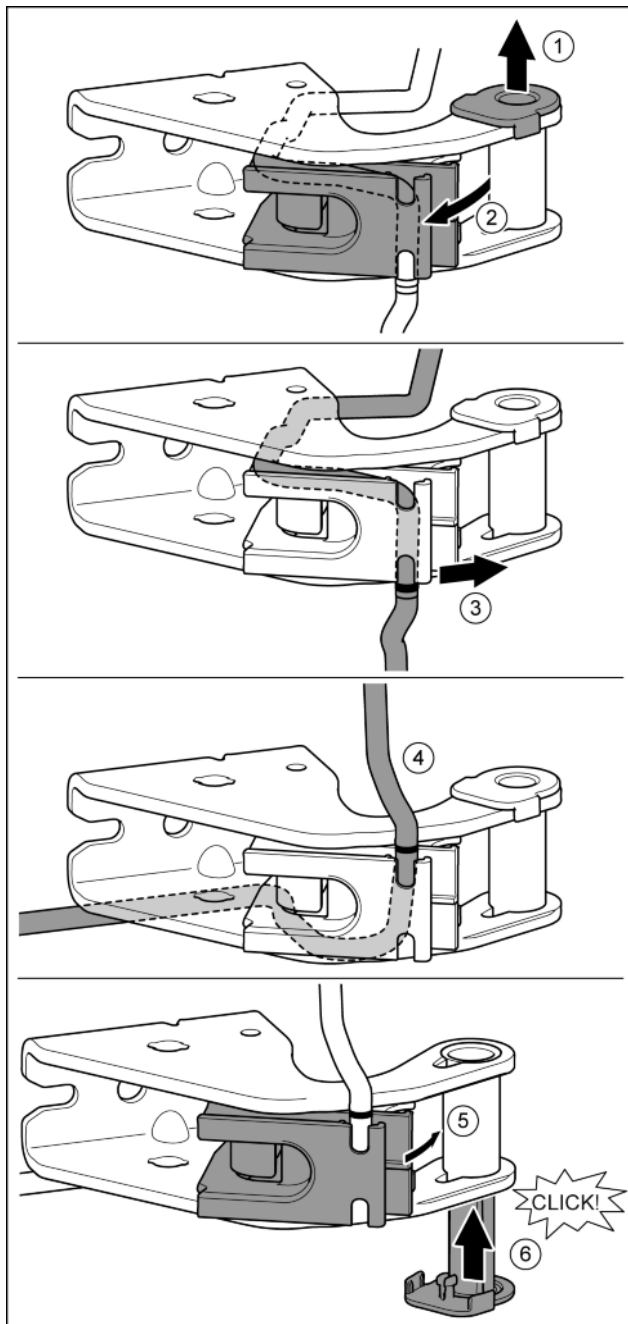

Fig. 26
- ▶ Tirer la douille de palier en dehors du guide. Fig. 26 (1)
- ▶ Incliner vers l'extérieur le support de câble. Fig. 26 (2)
- ▶ Sortir le câble du guide. Fig. 26 (3)
- ▶ Placer le câble de façon symétriquement inversée. Fig. 26 (4)
- ▶ Incliner vers l'intérieur le support de câble. Fig. 26 (5)
- ▶ Mettre la douille de palier de l'autre côté et l'enclencher. Fig. 26 (6)